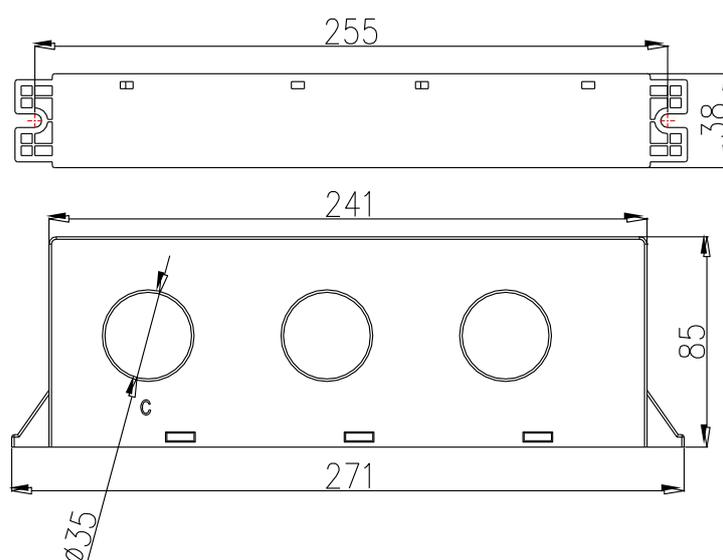

图 5 分体式互感器外形尺寸
5.3.2 分体式互感器外形尺寸如图 5 所示（单位：m）：